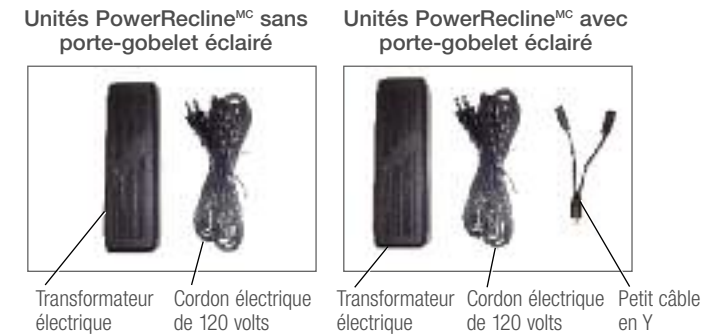

FIGURE 9
- Repérer le connecteur du moteur à l'arrière du module inclinable (FIGURE 9). Si vous assemblez un appareil avec un porte-gobelet éclairé, procéder à l'étape 12.